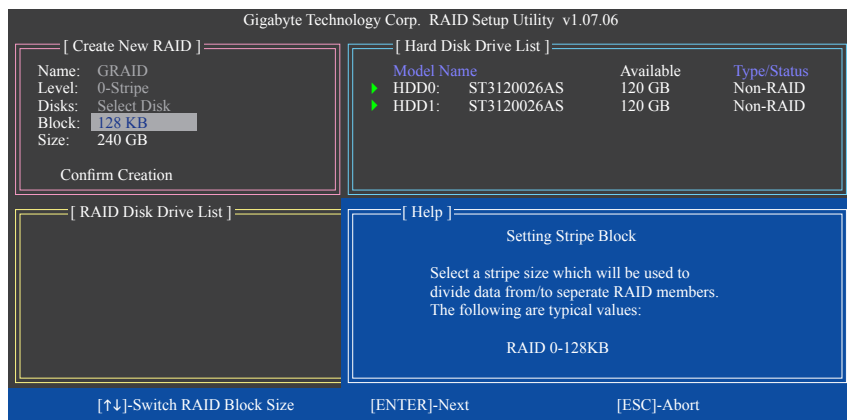

図 6
4. **Set Block Size (RAID 0 only):** Block 項目の下で、上または下矢印キーを使用してストライプブロックサイズを4 KB～128 KBの範囲で選択します(図 6)。<Enter>を押します。